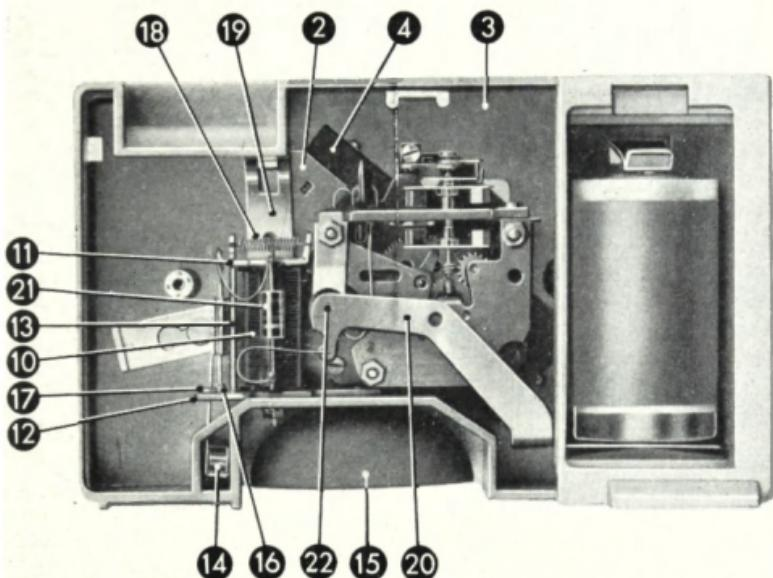
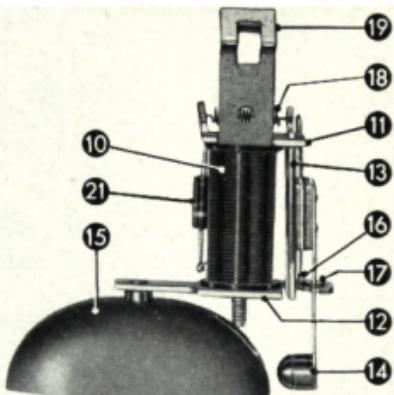

Fig. 34
Fig. 39
Premier réveil électrique mondial à transistor, le calibre AR (figure 34) est une adaptation du calibre AN. Le mouvement proprement dit est donc un AN dont on trouvera la description au Chapitre IX (page 32).
La figure 39 représente la sonnette. Elle se compose d'une bobine (10) enroulée autour d'un noyau de fer doux terminé par deux masses polaires (11 et 12) et d'une armature (13) qui, pivotant sur la masse (11), est attirée par la masse (12) lorsque le courant passe dans la bobine (10). L'armature porte le marteau (14) qui frappe sur la clochette (15) ainsi qu'un plot en argent isolé (16) et disposé de telle façon qu'il puisse venir en contact avec un autre plot en argent (17) solidaire de la masse (12). Sous l'action du ressort (18) l'armature (13) est maintenue éloignée de la masse (12) les plots (16 et 17) étant en contact. Une résistance (21) montée en parallèle sur l'enroulement de la bobine sert à absorber les étincelles entre les contacts.
a) Si le mouvement marche et que la sonnerie de fonctionne pas, la localisation du défaut est facile. La panne peut provenir soit de la sonnette elle-même, soit du système de déclenchement. Il faut donc vérifier d'abord si la sonnette fonctionne. Souder deux fils électriques aux pôles d'une pile dont la tension aura été vérifiée à 1,3 volt minimum. Faire toucher un fil à la barre de connexion (20) (figure 34) et l'autre à la lame (19). La sonnette doit fonctionner. Si ce n'est pas le cas, vérifier la soudure du fil de la sonnette à la barre de connexion (20) reliée directement au pôle — de la pile. Vérifier que la lame (19) (figure 39) appuie bien sur la plaquette de contact (2) lorsque le bouton d'arrêt est relevé. S'assurer que la résistance (21) est bien isolée de toute partie métallique de la sonnette. Les deux fils de sortie de la résistance doivent être dans le vide situé entre la bobine et le fond du boîtier et ne doivent être en contact avec aucune pièce de la sonnette.
- plots (16) et (17) figure 39,
- ressort (19) et plaquette (2) figure 34.